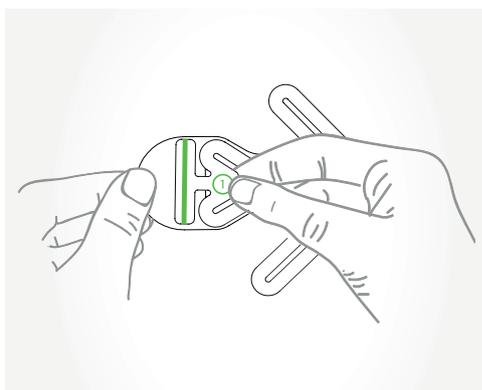

Abbildung 13: Wie Punkt 1 beim Anbringen des DeltaScan Patch zu halten ist.
- Halten Sie Punkt 1 des DeltaScan Patch zwischen Daumen und Zeigefinger. Entfernen Sie die Schutzfolie von der Rückseite von Punkt 1, wie in Abbildung 13 gezeigt.